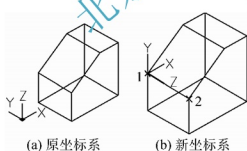

图 10-11 指定【Z 轴】建立 UCS
(3) **【Z 轴(ZA)】:** 通过指定的 Z 轴正向, 确定新的 UCS。第一点确定的是原点, 第二点确定的是 Z 轴正方向, 如图 10-11 所示。